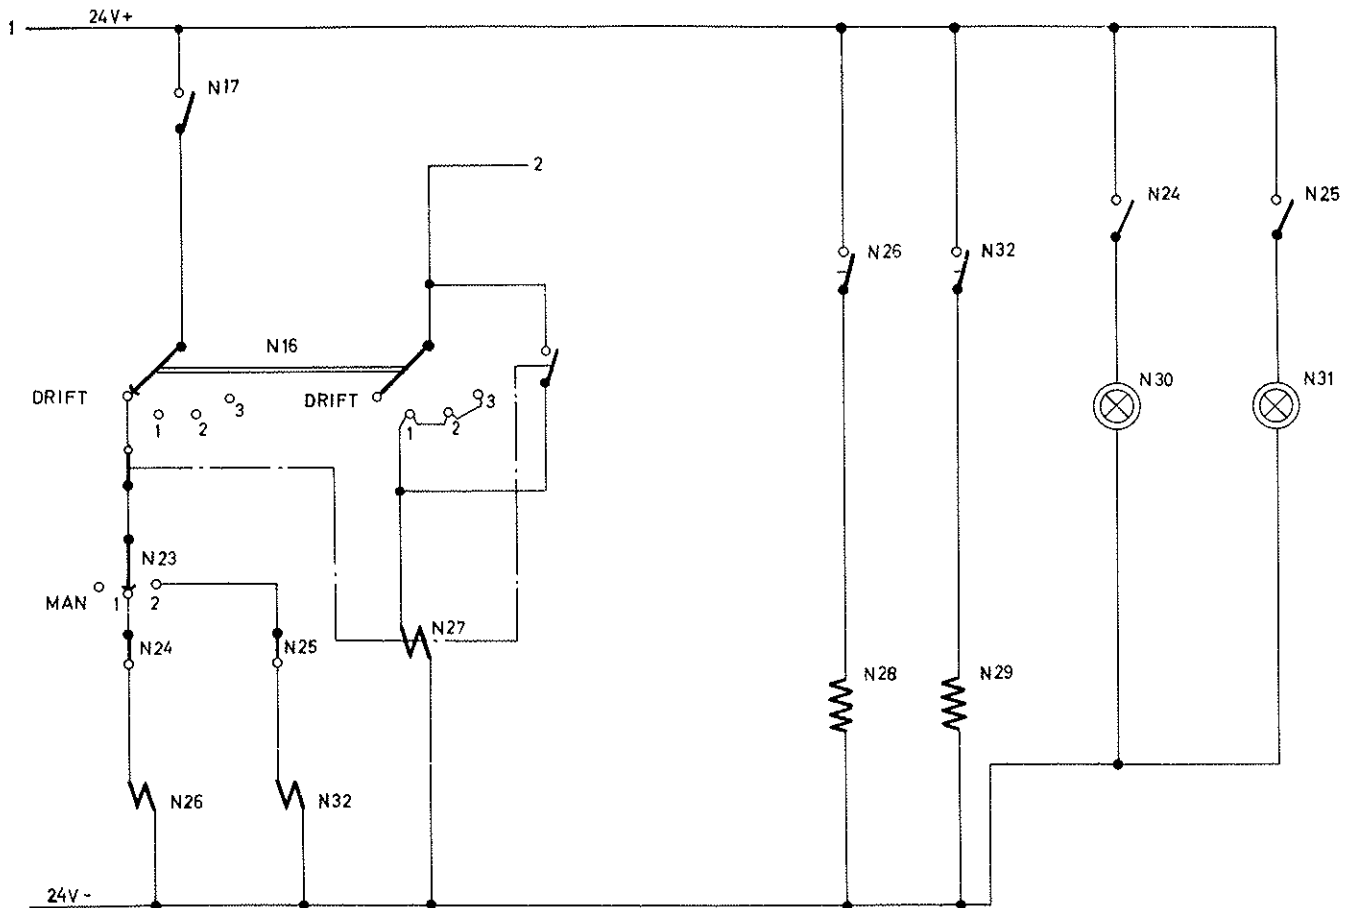

Bild 99. Brandsläckning, principalschema
Brandsläckningssystemet (bild 99) kan utlösas manuellt eller automatiskt från brandvarningssystemet. När omkopplaren N23 står i läge MAN uteblir den automatiska utlösningen om brandvarningslamporna tänds. Utlösningen måste då ske manuellt. Står omkopplaren i något av lägena 1 eller 2 sker automatisk utlösning av den ena släckaren när reläkontakten N17 sluts (i samband med att brandvarningslamporna tänds).
2. Se bild 99, Brandsläckning
och därmed bryts också strömkretsen över magneten N28. Den andra kontakten sluter strömmen till kontrollampen N30, som indikerar att släckare 1 är förbrukad. Står omkopplaren N23 i läge 2 när brand utbryter utlöses släckare 2 under medverkan av mikroströmställare N25, relät N32, magneten N29 och kontrollampen N31. När testomkopplaren N16 står i något av kontrollägena 1, 2 eller 3 är kretsen för automatisk utlösning av släckarna bruten. Dels bryts kretsen i testomkopplaren N16, dels i relät N27. När brandvarningslamporna tänds, under kontroll av systemet, får även reläspolen N27 ström. Reläts vänstra kontakt öppnas och dess högra kontakt sluts (bild 99). Den högra kontakten skapar en hållkrets över relät när testomkopplaren ställs om till läge